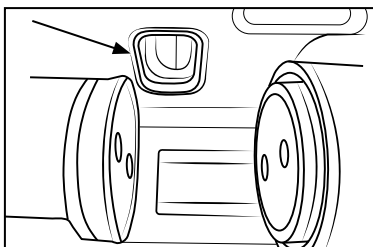

Abb. 6
- ✓ Beide Tasten blinken. In der Decke des Seitenfachs öffnet sich die Luke des Kaffeepulver-Kanals (s. Abb. 6).